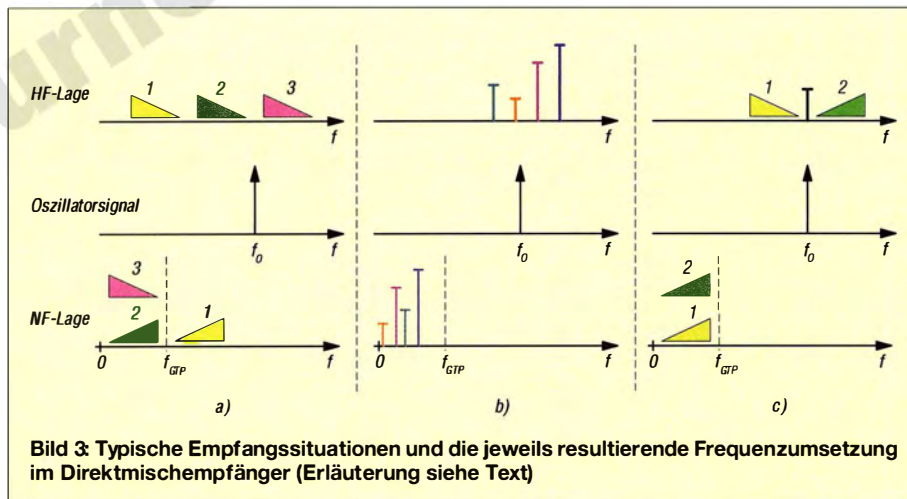

Bild 3 Typische Empfangssituationen und die jeweils resultierende Frequenzumsetzung im Direktmischempfänger (Erläuterung siehe Text)
In Bild 3 sind drei typische Empfangssituationen dargestellt, die das verdeutlichen und an denen sich die Arbeitsweise des Di-
Im Abschnitt a) von Bild 3 sind drei benachbarte SSB-Signale im unteren Seitenband zu sehen, das grün gefärbte (2) soll demoduliert werden. Zu diesem Zweck stimmt man den Oszillator des Empfängers etwas oberhalb ab. Der Direktmischer setzt nun alle Signale ober- und unterhalb der Oszillatorfrequenz f_0 in die NF-Lage um. Die Signale 1 und 2 liegen unterhalb von f_0 und erscheinen daher „gefaltet“ in der invertierten und damit richtigen Frequenzlage, Signal 3 in der falschen. Es überlagert unmittelbar das Signal 2. Signal 1 ließe sich mithilfe eines steilflankigen Tiefpassfilters unterdrücken, Signal 3 hingegen nicht. Es produziert unverständliche Hintergrundgeräusche und stört den Empfang von Signal 2.
Schließlich ist in Bild 3, Abschnitt c) der Vollständigkeit halber noch das Spektrum der Aussendung eines AM-Rundfunksenders zu sehen. Es besteht aus dem Träger und den beiden Seitenbändern. Für eine verzerrungsfreie Demodulation im Direktmischer ist dessen Oszillator exakt auf den Träger abzustimmen. Da beide Seitenbänder die gleiche Information enthalten, stört es zunächst nicht, dass das untere Seitenband in der NF-Lage auf das obere „gefaltet“ wird. Bereits eine geringfügige Verstimmung genügt hier jedoch, um die Verständlichkeit erheblich zu beeinträchtigen. Die Pegel beider Seitenbänder sind theoretisch gleich, sodass sich diese nun gegenseitig massiv stören. Hinzu kommt das in diesem Fall sehr laute Überlagerungspeifen, dessen Tonhöhe sich aus der Differenz zwischen Oszillator- und Trägerfrequenz ergibt.
In Bild 3, Abschnitt b) sind CW-Signale dargestellt, die ebenfalls in die NF-Lage zu mischen sind. Die Signalfrequenzen unterhalb der Oszillatorfrequenz erscheinen wieder invertiert im NF-Spektrum. Über die Tonhöhe ist eine relativ einfache gehörmäßige Trennung der Signale möglich. Haben jedoch zwei Sender den exakt gleichen Abstand von der Oszillatorfrequenz, sind sie als Töne nicht mehr auseinanderzuhalten. Dann würde nur ein Verstimmen des Empfängeroszillators hel-